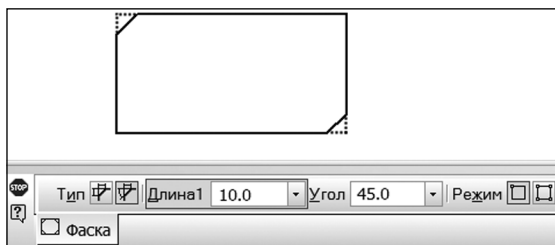
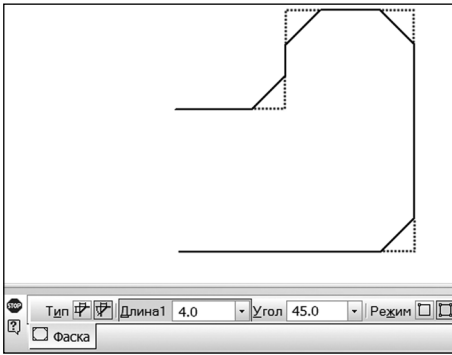

Рис. 10.68. Команда «Фаска на углах объекта для отдельных углов»
Рис. 10.68.1. Команда «Фаска на углах объекта для всех углов»
- Кнопка **Фаска на углах объекта**  предназначена для построения фаски в непрерывном объекте (многоугольнике, ломаной линии и контуре) между отдельными парами смежных прямых отрезков или смежных кривых (рис. 10.68), а также между всеми парами смежных прямых отрезков или смежных кривых (рис. 10.68.1). Для этого сначала следует задать параметры фаски на панели параметров, а затем указать в графическом окне две смежных кривых или прямых линии.